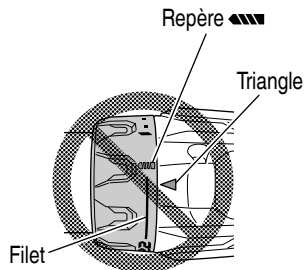

Fig. 12
- N'utilisez pas l'outil avec le sélecteur de débrayage positionné entre le chiffre "22" et la ligne au centre du symbole du foret "▲", vous risqueriez de l'endommager (Voir Fig. 12).